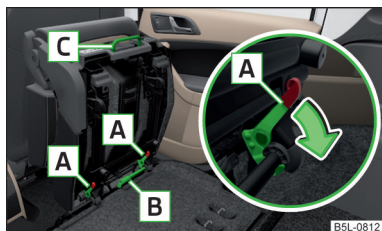

Fig. 64
- › Démontez le siège du milieu » fig. 64 à la page 75.
- › Rabattez le siège extérieur vers l'avant » page 74 et verrouillez-le » fig. 64 à la page 75.